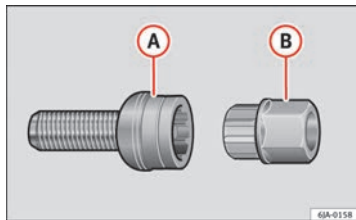

Fig. 141 Vite di sicurezza per ruote con adattatore
- Inserire l'adattatore (B) ⇒ fig. 141 con il lato dentato fino al fermo nella dentatura interna della vite di sicurezza per ruote in modo tale che (A), fuoriesca solo l'esagono esterno.
- Applicare la chiave sull'adattatore (B), spingendola finché non scatta.